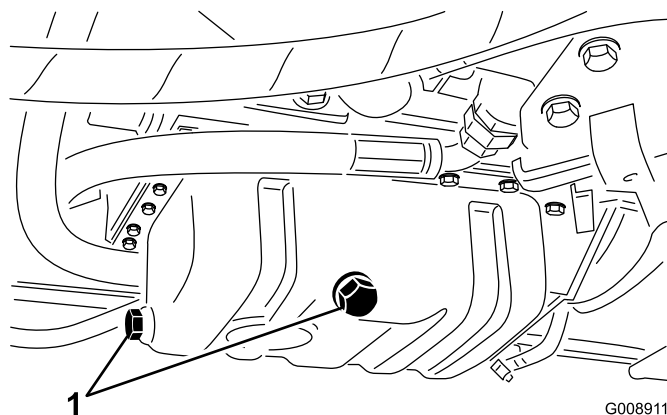

図 61
1. ドレンプラグのどちらか一方（図 61）を外してオイルを容器に受け、オイルの流出がかわったらプラグを元通りに取り付ける。